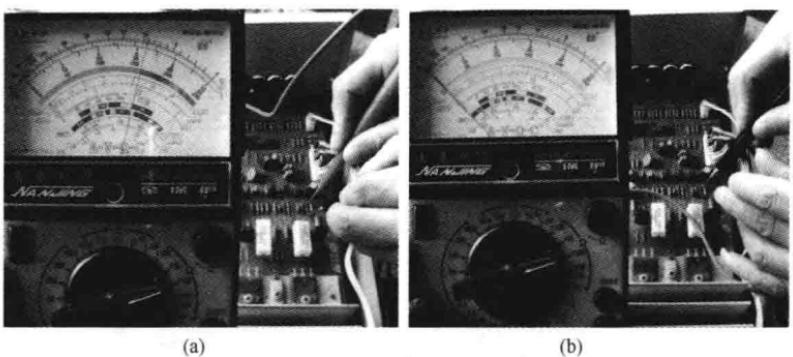

图 3-47 检测二极管
3) 检测二极管有无故障。将万用表的转换开关置于电阻挡的 $R \times 1k$ 或 $R \times 100$ ，进行二极管有无故障的检测，如图 3-47 所示。